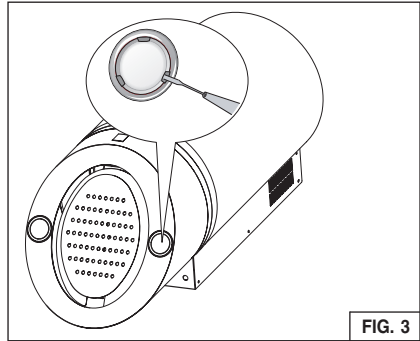

FIG. 3
1. Ouvrez le couvercle en faisant levier sur les fentes prévues à cet effet. Fig. 3.